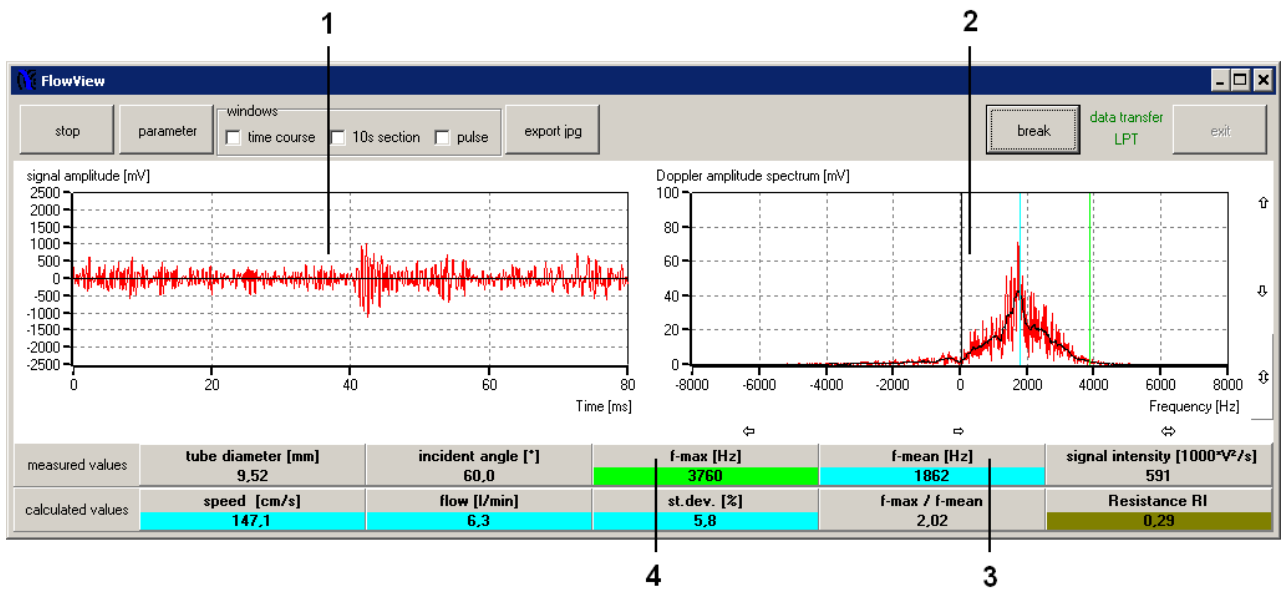

Abbildung 19: Hauptfenster FlowView.
Mit Hilfe der Software FlowView (siehe Abb. 19) können die vom Gerät gemessenen Daten an einem Computer ausgewertet werden. Während der Messung zeigt die Software das aktuelle Dopplersignal (1) an. Die Auswertung erfolgt durch eine Transformation in den Frequenzraum (2) mit Hilfe der Fourier-Transformation (vgl. SIG). In diesem Fenster sieht man eine Verteilung von Frequenzverschiebungen, also indirekt die Verteilung der Fließgeschwindigkeiten im Rohr. Aus diesem Spektrum lassen sich dann die mittlere (3) und die maximale (4) Frequenzverschiebung bestimmen. Mehr dazu siehe Manual M7.